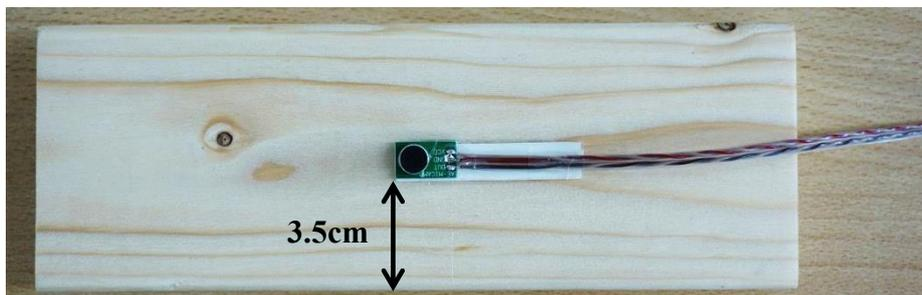

図2-1 マイクの取り付け
- ② 図2-1のように、板B (38 mm×89 mm×250 mm) の中央部付近、長辺から3.5 cmの位置にマイクを両面テープ (または粘着テープ) で取り付ける。実験課題1の【準備】②に記されているように、マイクのリード線の赤端子をCH1のプロープのフックに、黒端子をCH1のプロープのワニ口クリップに接続し、電池ボックスのスライドスイッチをONにする。